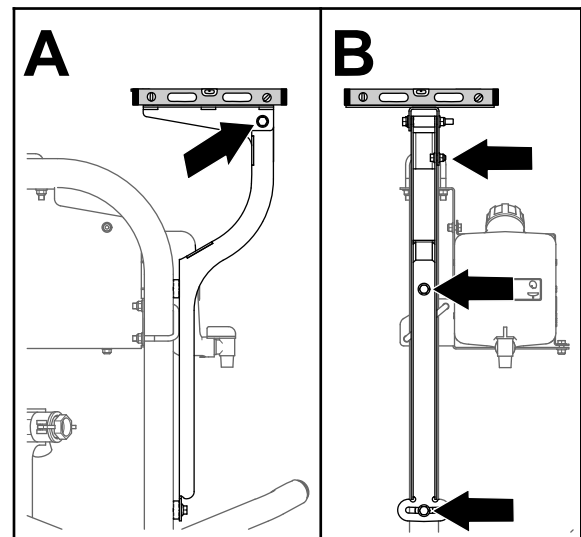

Figure 155
- Mettez le socle du récepteur de niveau à droite et à gauche (Figure 155).
5. Mettez le socle du récepteur de niveau à l'avant et à l'arrière (Figure 155).